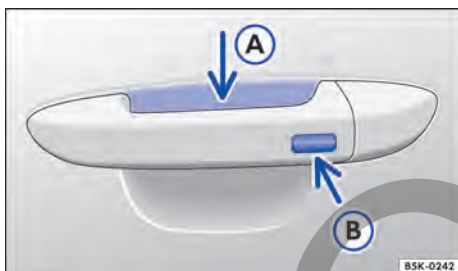

Fig. 51 Keyless Access: superficies del sensor.
- Tocar el sensor → fig. 51 (A) en la parte interna de la manilla de la puerta del conductor o de la puerta del acompañante delantero.
- Tocar la superficie del sensor → fig. 51 (B) en la parte externa de la manilla de la puerta del conductor o de la puerta del acompañante delantero *una vez*.
- Además, dentro de 5 segundos, toque una vez en el sensor en el exterior de la manilla de la puerta → fig. 51 (B).
Para la **apertura de confort** de todos los vidrios eléctricos empujar la manilla de la puerta y mantener presionados, al mismo tiempo, el sensor de la parte interior de la manilla → fig. 51 (A) y la superficie del sensor (B).
Para el **cierre de confort** de todos los vidrios eléctricos mantenga un dedo durante unos segundos sobre la superficie del sensor → fig. 51 (B) del lado exterior de la manilla de la puerta del conductor o del acompañante delantero.
Un fuerte chorro de agua o de vapor puede activar las superficies de los sensores en las manillas si, al mismo tiempo, una llave del vehículo válida está en el área de aproximación. Si al menos un vidrio está abierto y la superficie del sensor → fig. 51  en una manilla de la puerta se activa permanentemente, todos los vidrios se cerrarán. Si el chorro de agua o de vapor se aleja brevemente de la superficie del sensor → fig. 51  de una manilla de la puerta y se vuelve a dirigir hacia ella, posiblemente todos los vidrios se abrirán.